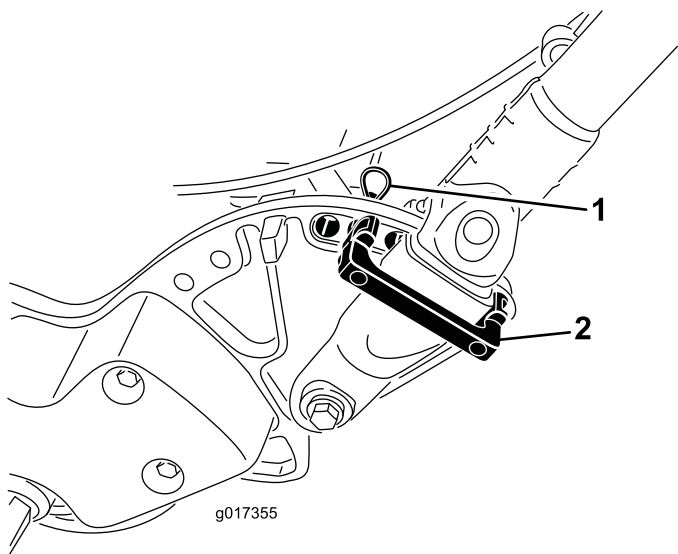

Figura 32
1. Retire las chavetas de los seguros del retención del manillar en cada lado del cortacésped (Figura 32).
2. Sujetando el manillar, retire las chavetas de cada lado y gire el manillar a la posición de operación deseada (Figura 32).